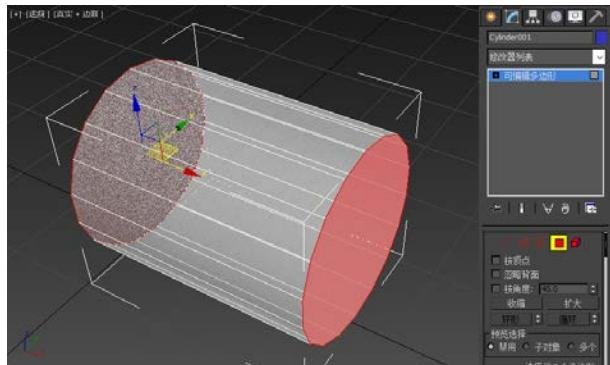

图 3-1-3 删除面
**STEP 03** 右击，在弹出的快捷菜单中执行【转换为】→【转换为可编辑多边形】命令，进入【修改】面板，单击【多边形】按钮，进入【多边形】子对象，分别选择两侧的圆形，按【Delete】键将其删除，如图 3-1-3 所示。